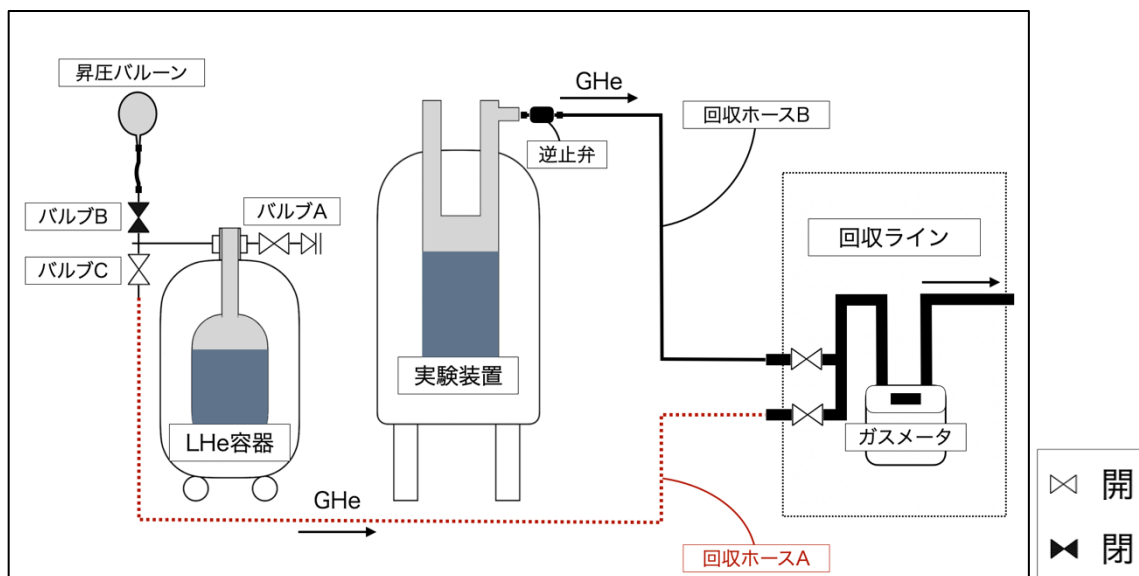
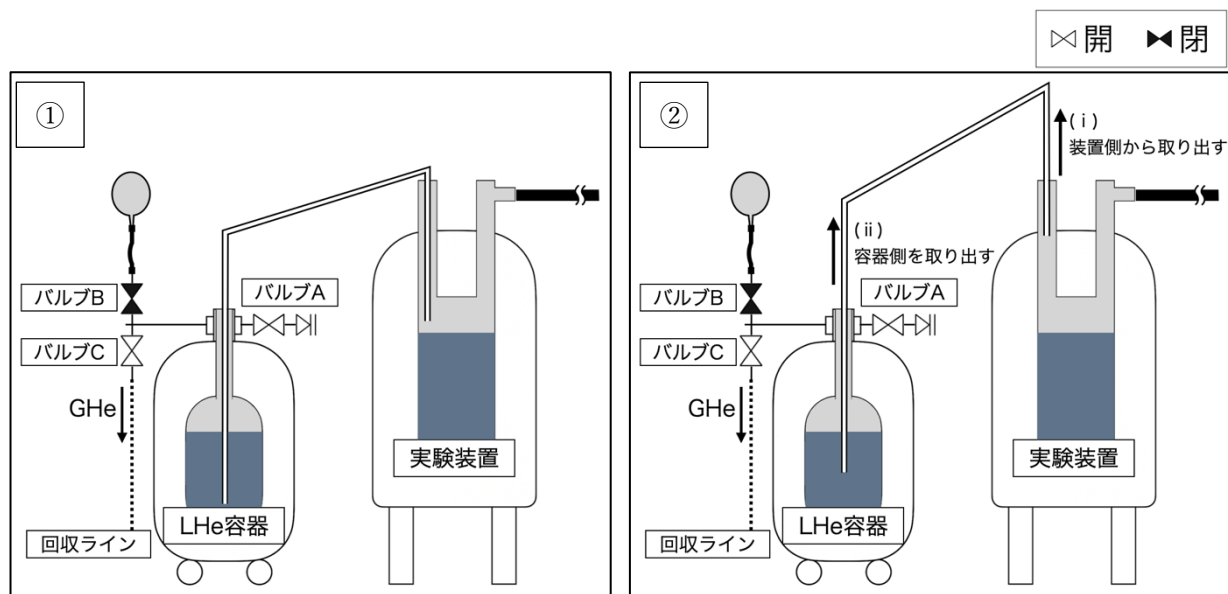

図 1. LHe 容器の GHe 回収
図 6. トランスファーチューブの取り出し
LHe 容器を回収ホース A を用いて回収ラインに接続します（図 1）。
実験装置内の LHe が満量になったら LHe 容器のバルブ B を閉にして、LHe 容器の加圧をやめ、実験装置内へのトランスファーを終了します。LHe 容器のバルブ C を開けて、LHe 容器の圧力を下げます。また LHe 容器のバルブ A を開けます (図 6, ①)。続いてトランスファーチューブを実験装置、LHe 容器の順に取り出します (図 6, ②)。最後に実験装置の回収ホースを回収ホース C から回収ホース B に切り替えます (図 1)。